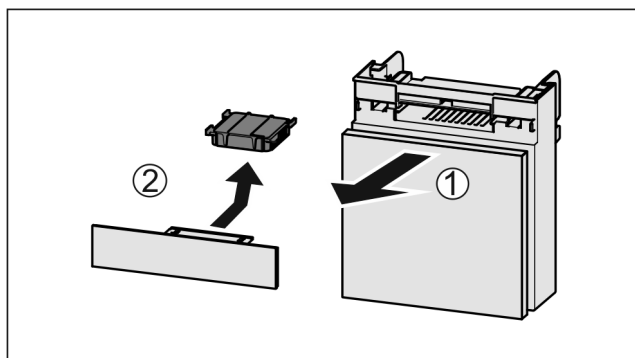

Fig. 140
- ▶ Træk rummet fremad Fig. 140 (1).
- ▶ Tag aktivkulfilteret Fig. 140 (2) ud.